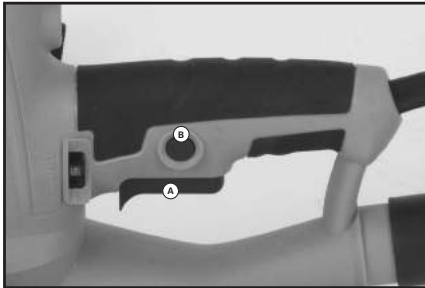

Fig. 5A +B
- Pulse el gatillo interruptor. (Fig. 5A)